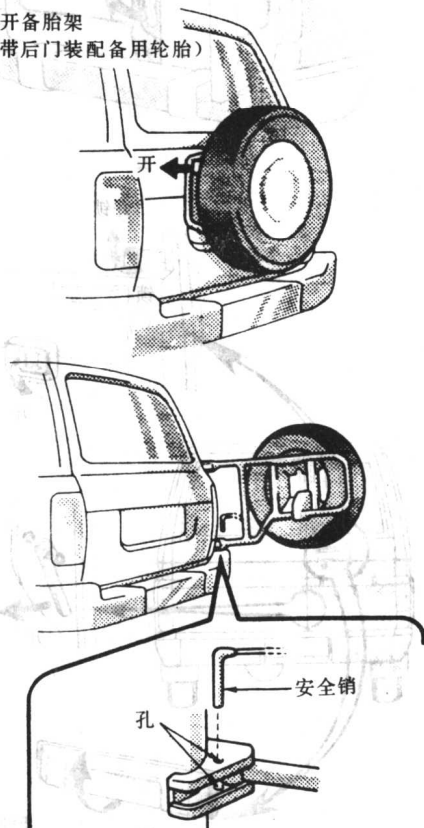

图 1-22
1. 旅行车吊挂型车尾门的使用(见图 1-22、1-23、1-24)